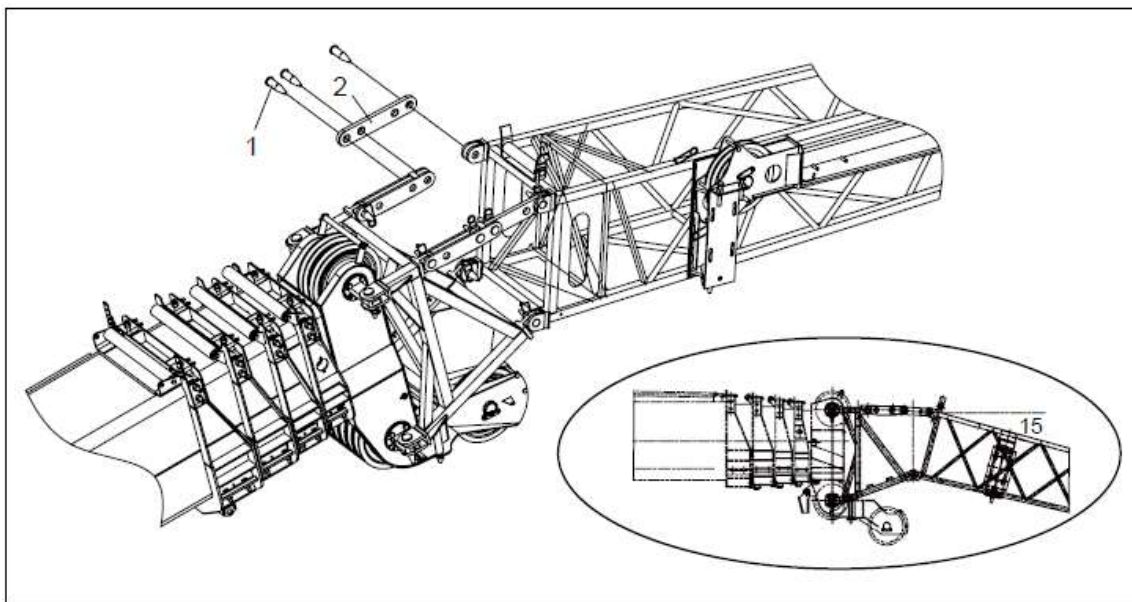
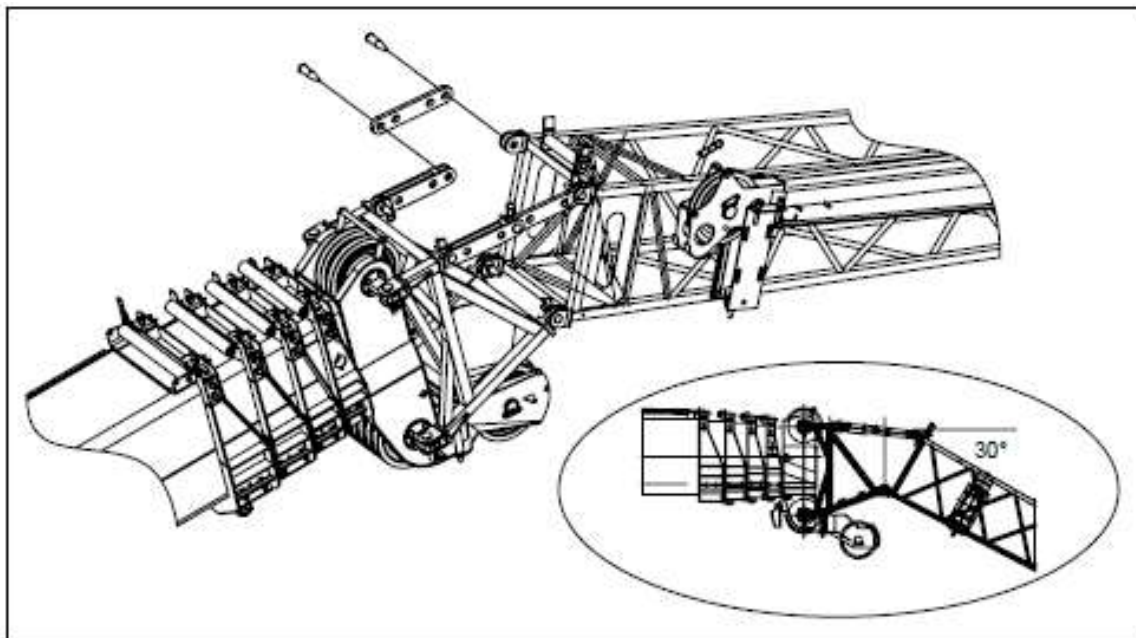

Fig.4-3.45 15° de lança ângulo de deslocamento
Fig.4-3.46 30° de lança ângulo de deslocamento
2) Abaixе o braço até a cabeça de lança tocar o chão. Remova o pino na placa de ligação como mostrado na Fig. 4-3.45, e ajuste-o no buraco de 15° ou 30°. Veja Fig. 4-3.45 e a Fig. 4-3.46.